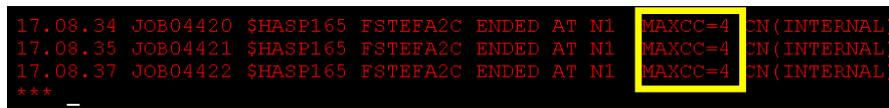

Abbildung 58
- Wir sehen im Dataset **FSTFEFA2.USER.JCLLIB** die vom Service Flow Modeler erzeugten JCL Dateien: #ORDERIT, @ORDERIT und ORDERITP. Zum Abschicken an das System geben wir vor jeder Datei den Befehl **sub** ein und drücken danach die **Enter** Taste (Abbildung 58).